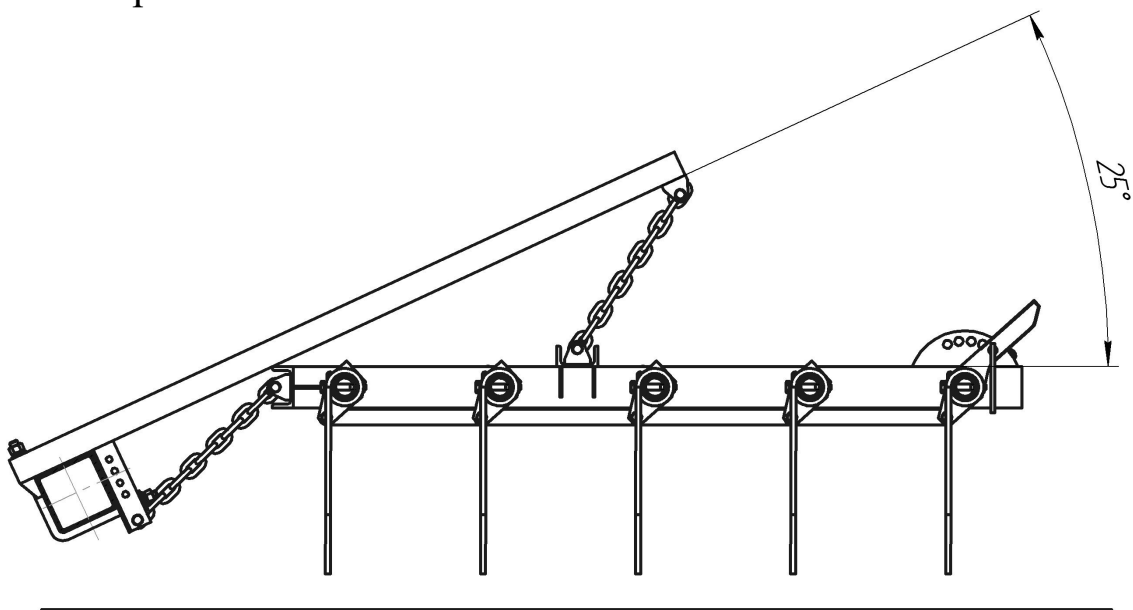

Рис.18. Подъем секций для очистки и поворота.
8.2.3. Вспомогательные операции при полевых работах бороны, очистки секций от мусора и повороты сцепки на краю поля. Очистку секций во время боронования необходимо выполнять, повернув гидроцилиндрами боковые балки на угол примерно 25° согласно рис.18. При поворотах в поле также необходимо поднимать секции, как и при очистке.